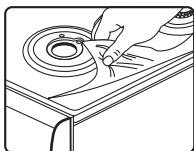

Fig. 1
- Antes de utilizar el producto retire la película de plástico que protege los componentes de acero de su cocina (Fig. 1). Los residuos de pegamento deben removerse con un paño humedecido en agua (no utilice esponjas abrasivas).